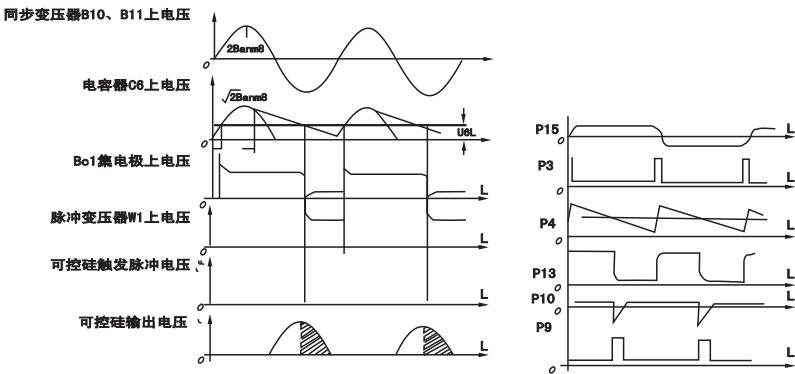

图3、JD1A、JD1B、JD1C、JD2A、JD2B型各点波形图
5.1 JD1A、JD2A型、JD1B、JD2B型按图2接（JD1C按图3接线），输出接入离合器线圈或接入照明灯泡模拟负载，并在输出端接入100V以上直流电压表。